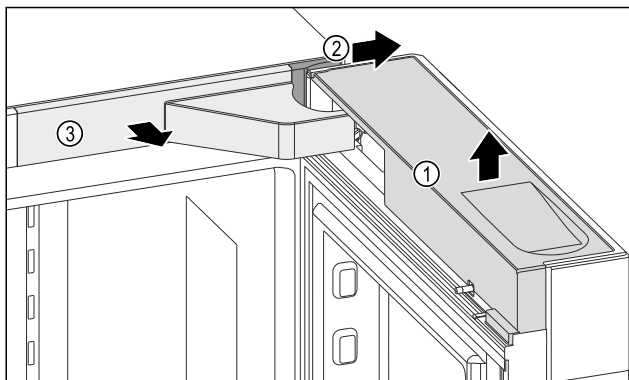

Fig. 10
- ▶ Snemite pokrov Fig. 10 (1).
- ▶ Snemite pokrov Fig. 10 (2).
- ▶ Snemite pokrov Fig. 10 (3).